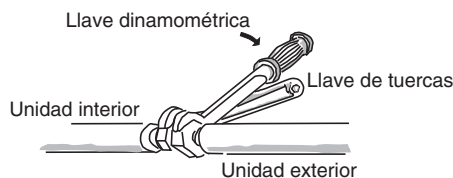

Fig. 5-6
- (2) Para apretar las tuercas abocardadas, aplique el par de torsión especificado.
- Cuando extraiga las tuercas abocinadas de las conexiones de las tuberías o cuando las apriete después de haber conectado las tuberías, asegúrese de utilizar 2 llaves ajustables o llaves inglesas. (Fig. 5-6)